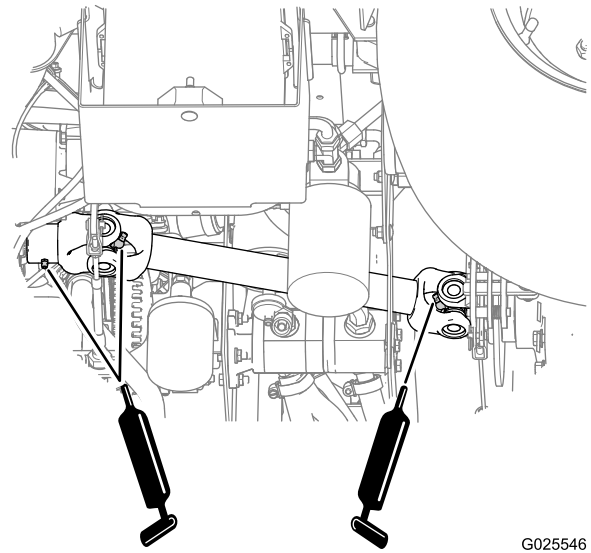

Bild 51
- **U-Gelenke der Antriebswelle (2)**, siehe Bild 51
- **Schiebejoch (1)**, siehe Bild 51